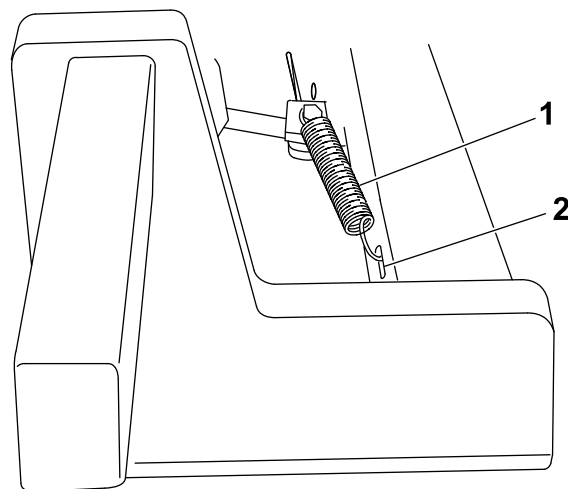

図 4
6. ブレーキストラットとヨークをつないでいるクレビスピンからコッターピンを抜き取り、このコッターピンを廃棄する。クレビスピンはそのままにして、スプリングの短い方の端部を、クレビスピンのお穴に差し込んで、外れないようにしておく。スプリングのもう一方の端部を昇降アームのスロット穴に接続する（図 4）。